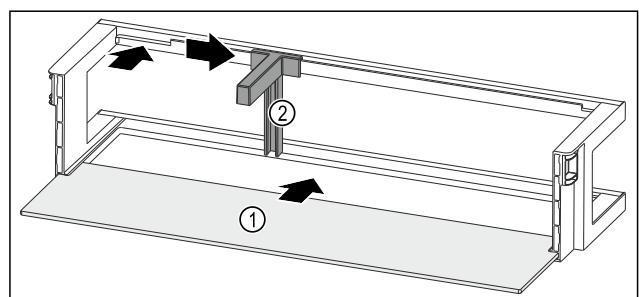

Fig. 89 Türabsteller mit Abstellfläche
- Abstellfläche Fig. 89 (1) in die seitlichen Einsparungen einschieben.
- Flaschenhalter Fig. 89 (2) in die Aussparung einsetzen.
- Flaschenhalter Fig. 89 (2) in gewünschte Position zur Seite schieben.